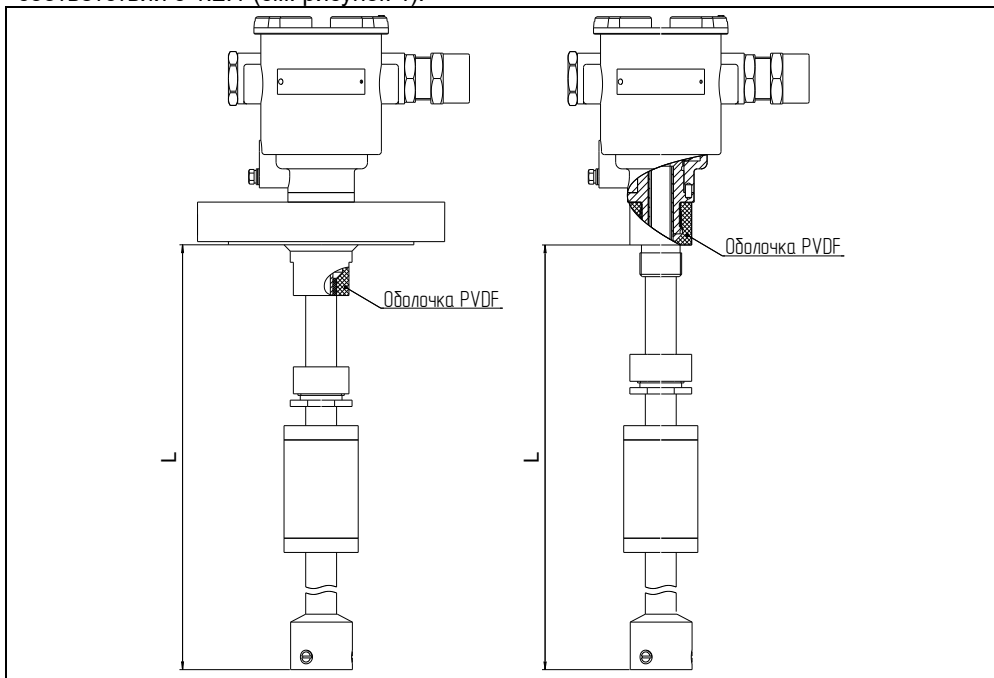

Рисунок 4
1.4.5 Преобразователи изготавливаются с длиной направляющей в соответствии с 1.2.1 (см. рисунок 4).